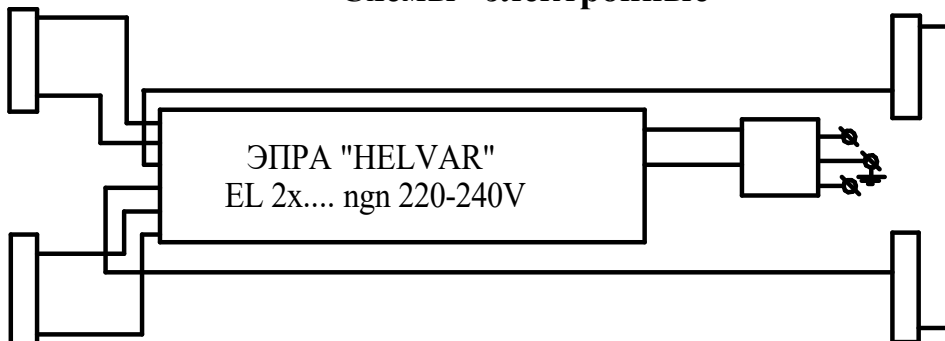

Рисунок 9. ЛПО46-2x18;
4.4 Светильники выпускаются с электронными ПРА отечественного и импортного производства, в соответствии с рис. 9 см. прилож. Б.